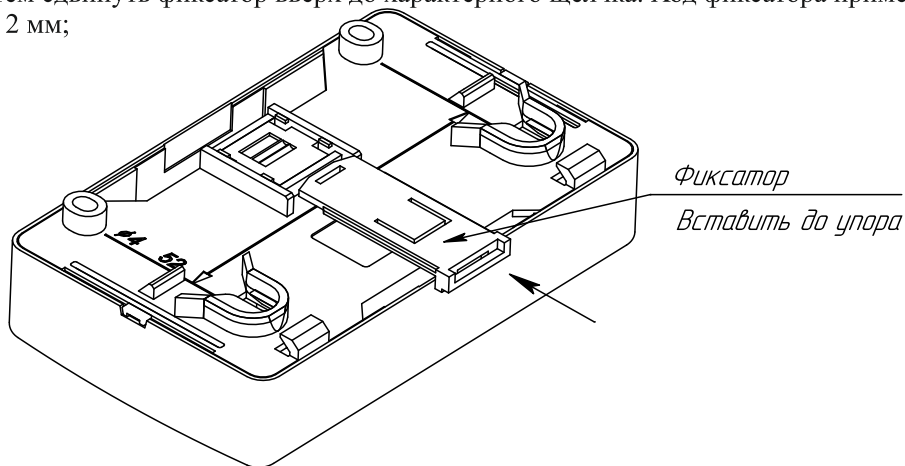

Рисунок 4
- в) при установке на DIN-рейку (рисунок 4) необходимо: